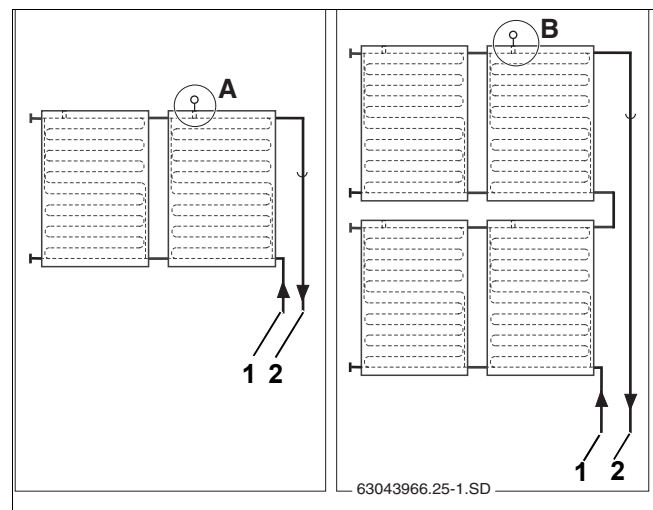

Рис. 50 Место установки датчика коллектора (схематическое изображение)
Обратите внимание на разные места установки при одно- и двухрядной коллекторной системе (рис. 50).
Датчик должен устанавливаться в коллектор, к которому подключена подающая линия (рис. 50, [2]).
- Место установки (рис. 50, [A]) в однорядной системе коллекторов.
- Место установки (рис. 50, [B]) в двухрядной системе коллекторов.